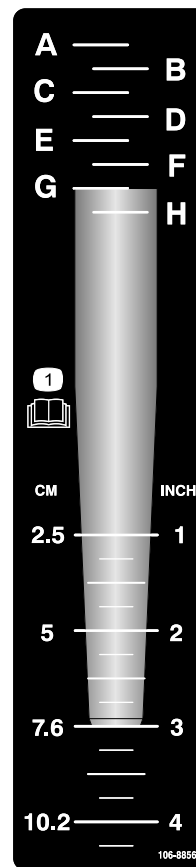

Рисунок 23
1. Положите зуб на наклейку глубины, расположив конец зуба на линии с требуемой глубиной аэрации, как показано на Рисунок 23.
с монтажным концом зуба (Рисунок 23).